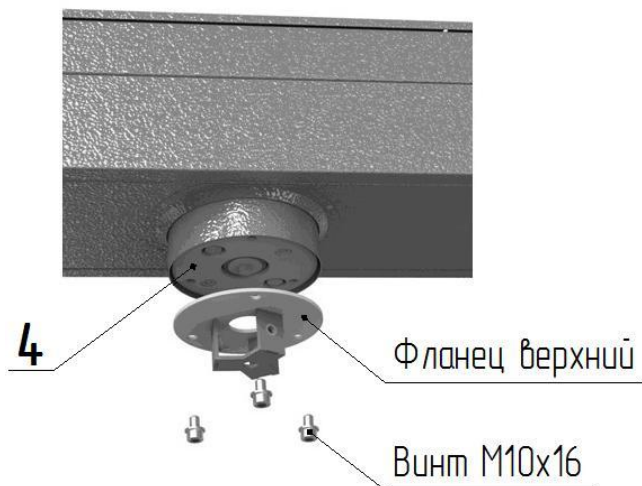
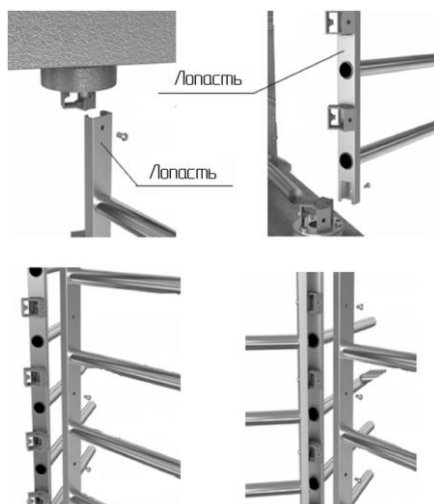

Рис. 4
Рис. 5
6.2.2. Сборка центральной стойки (рис. 4, 5):
- установите на диск муфты привода **4** (рис.4) верхний фланец центральной стойки и закрепите винтами М10х16, нижний фланец прикрепите к фланцу вала напольной плиты **7** винтами М8х16, в первую очередь установите на посадочные плоскости фланцев лопасть с внутренними кронштейнами (рис.5), расположение "верх" указано маркировкой и закрепите винтами М8 (не затягивая их);